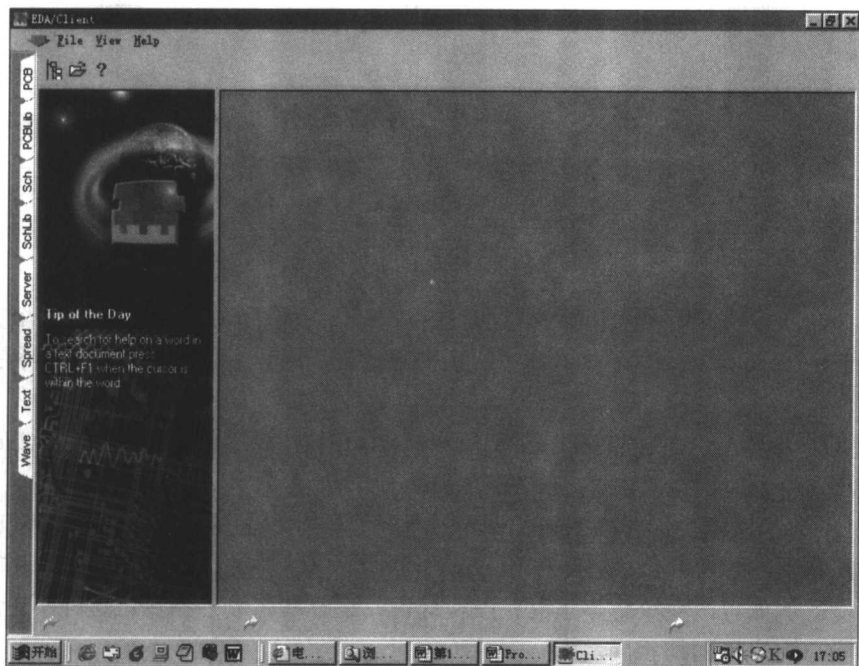

图 1-4 EDA/Client 98 工作界面
- (2) 可利用原理图输入和硬件描述语言实现 PLD 设计。
- (3) 采用“规则驱动”和“在线 DRC”的 PCB 设计体系。
- (4) 多项规则设置涉及到布线、高速电路和特定工艺等方面。
- (5) 采用 Shape-Based 无网格布线算法, 可轻松实现高密度 PCB 的 100%布通率。
- (6) 原理图、PCB 和库之间可动态地一致性修改, 并相互检索。
- (7) 支持工作层分割、包络线技术, 线性或圆形阵列排列等。
- (8) 正向或反向注释标号和公/英制自动尺寸标注。
- (9) 利用智能化向导器可完成新建 PCB 及元件封装形式的参数化设计。
- (10) 兼容多种文件格式, 具有丰富的输入和输出功能。
- (11) 开放式 EDA/Client 平台提供配套开发工具, 支持标准化图形及多种设计文档的输出。
- 打开 EDA/Client 98, 显示如图 1-4 所示的工作界面。